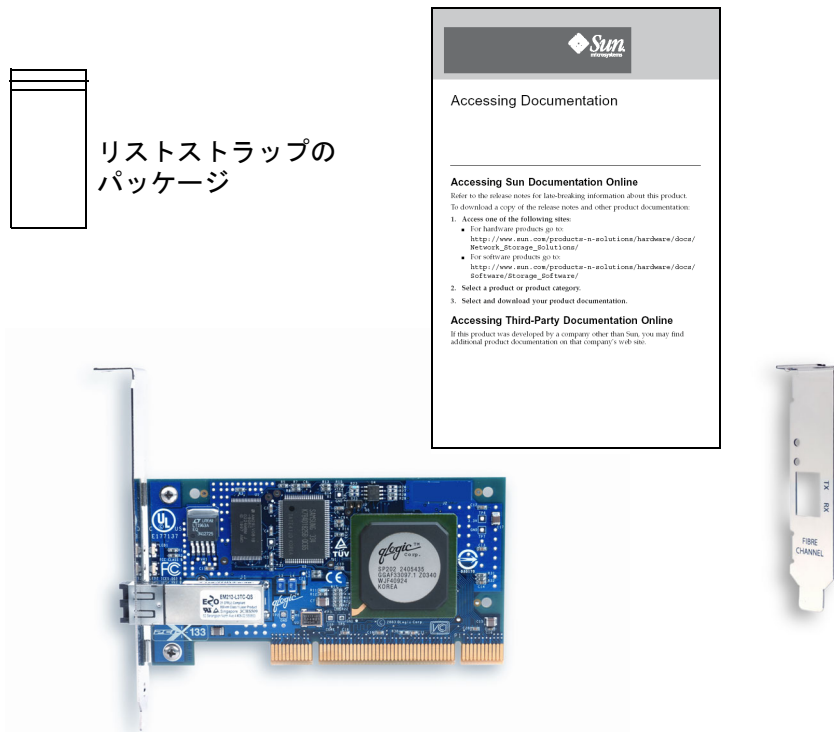

図 1 HBA パッケージの内容
- Sun StorEdge 2 Gb FC Entry-Level PCI-X Single Channel HBA に、次のものが同梱されていることを確認します (図 1 を参照)。